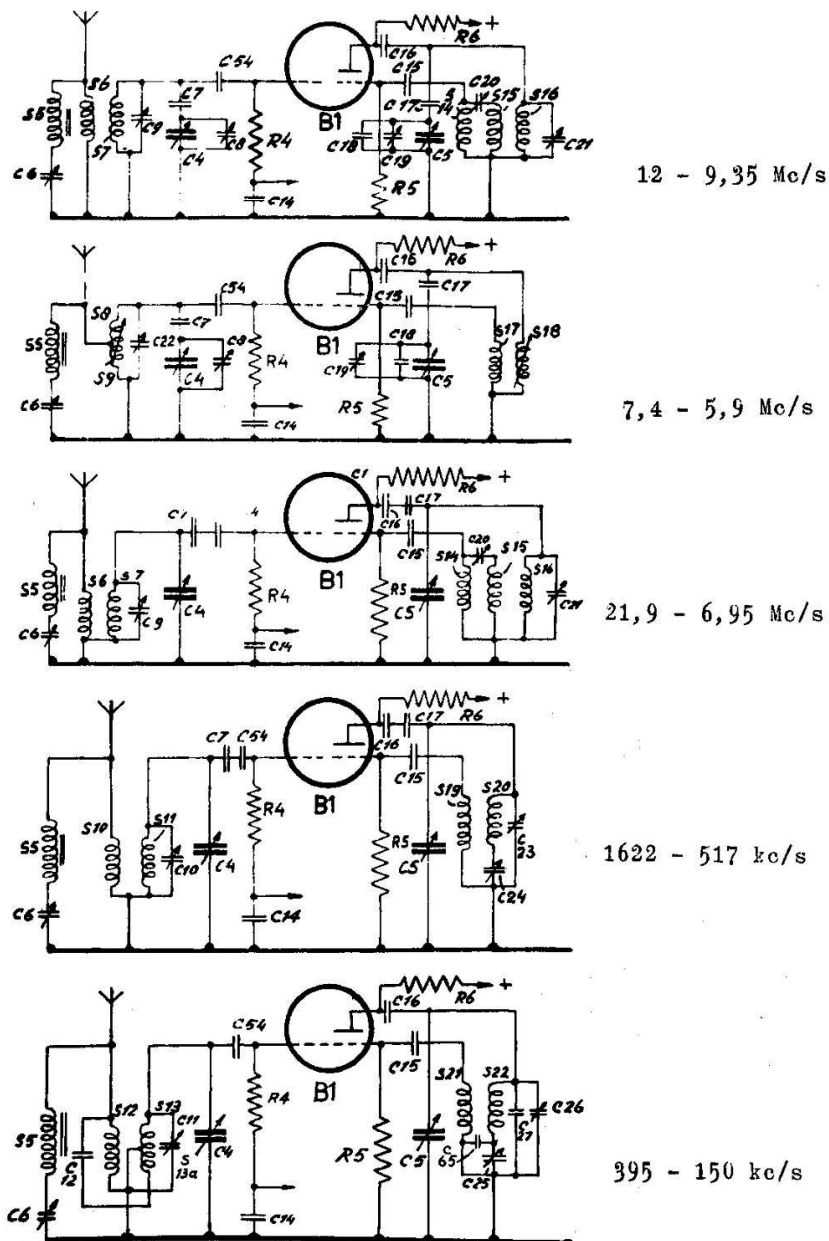

Figure 5
- La partie MF (FI) avec le tube B2.
1) La figure 5 montre les 5 gammes d'ondes sans les commutations. Le domaine des ondes courtes est divisé en 3 gammes, dont 2 avec bande étalée, à savoir OC2a et OC2b. L'étalement de bande est obtenu ici en connectant des condensateurs en série avec le condensateur d'accord.